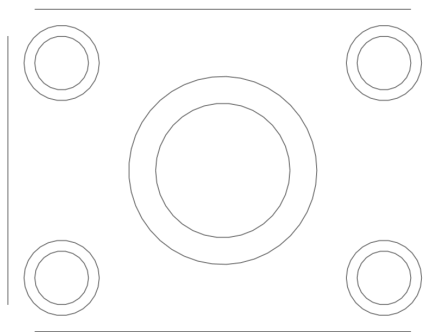

图 3-1 打开素材模型
(1) 单击常用工具栏中的【打开】按钮，打开一幅素材模型，如图 3-1 所示。